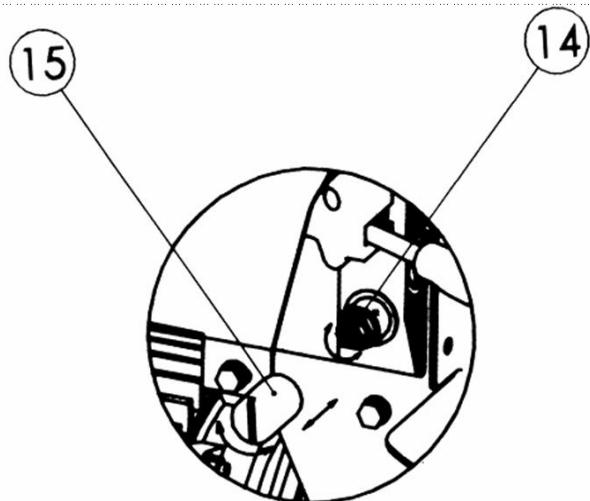

Bild 17
JUSTERA INTE JUSTERINGSSKRUVEN (14) BILD 17 FÖR MAX TRYCK!
Justeringskruven för max tryck är skyddad med en plastprop (15 (bild 17) och den FÄR ALDRIG lossas eller justeras.